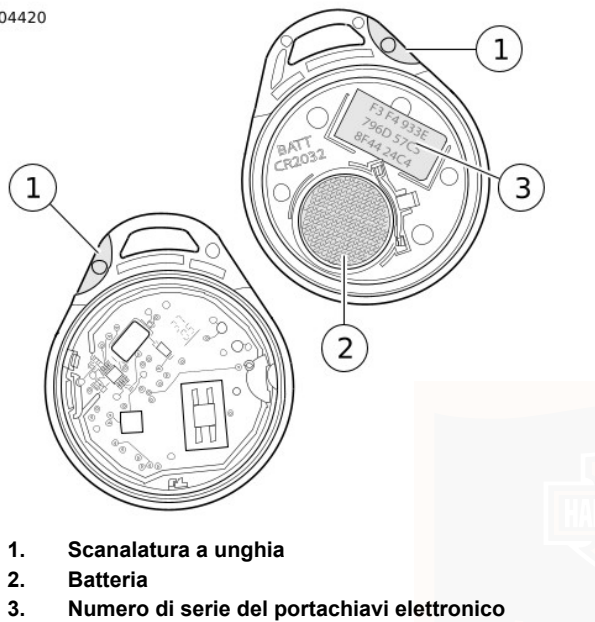

Figura 24. Batteria del portachiavi elettronico
1. Vedere Figura 24. Fare leva delicatamente con una lama sottile nella scanalatura a unghia (1) sul lato del portachiavi per separare le due metà.
2. Togliere la batteria (2) ed eliminarla.